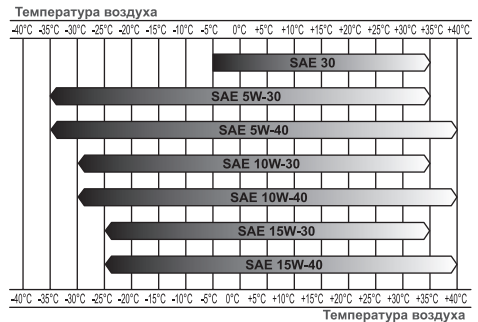

Рис.9 Таблица выбора моторного масла
2. Совместите отверстие в шнеке с отверстием в вале шнека. Вставьте новый срезной палец и закрутите гайку или (в зависимости от конструкции) установите шплинт Рис. 9.
А Рис.9 Замена срезного пальца шнека (А)